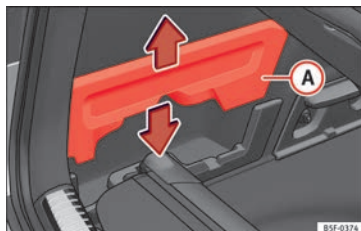

Fig. 165 Dans le coffre à bagages : logement pour ranger la plage arrière.
- Retirez les couvercles » **fig. 165 A** gauche et droit.